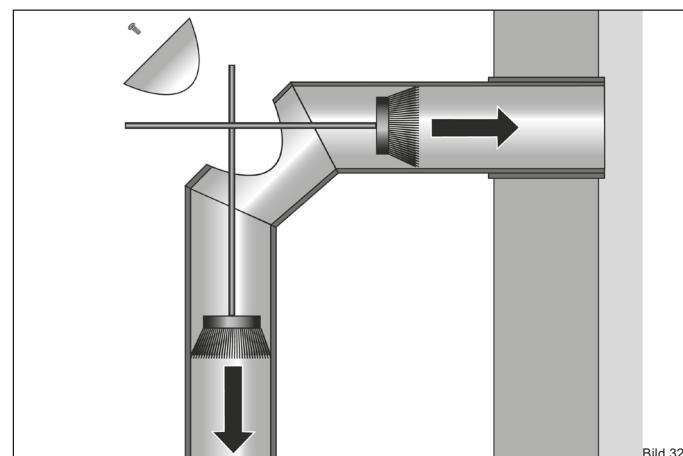

Bild 32
- Öffnen Sie die Reinigungsklappe am Rauchrohr (Bild 32).
- Kehren Sie die Ablagerungen nach hinten in den Schornstein und nach unten in den Kaminofen (Bild 32).